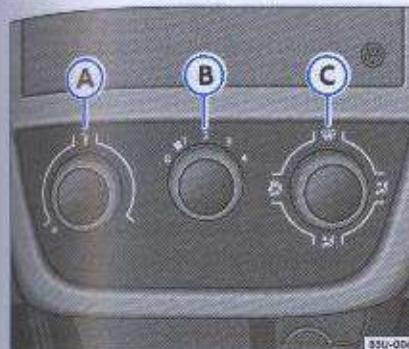

Fig. 92 Mandos de la calefacción y ventilación - versión con calefacción
- Gire el botón → fig. 92 A para ajustar la temperatura³⁷⁾, el botón B para ajustar la velocidad de ventilación y el botón C para seleccionar la distribución del aire → △.
Con el mando → fig. 92 A, es posible regular la temperatura en el compartimiento de pasajeros de acuerdo con sus necesidades. Se debe tener en cuenta que la temperatura generada en el compartimiento de pasajeros nunca será inferior a la temperatura exterior del vehículo. La mayor potencia de calentamiento posible y el rápido desempañado de los cristales solo se alcanzan después que el motor alcanza la temperatura normal de funcionamiento.
Con el mando → fig. 92 B, la velocidad de salida del aire puede ser regulada progresivamente en 4 posiciones. Si la velocidad de desplazamiento
Con el mando → fig. 92 C, el aire puede ser regulado para la dirección deseada.